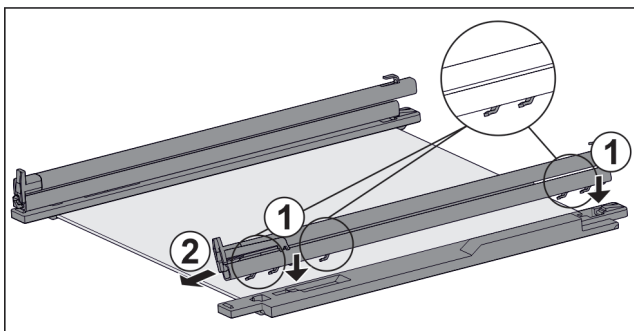

Fig. 100 Sklenená doska s koľajničkami a prídržnými dielmi
- ▶ Nasadte háky koľajničky na otvory **ľavého** prídržného dielu. Fig. 100 (1)
- ▶ Potiahnite koľajničku dopredu. Fig. 100 (2)
- ▶ Nasadte háky koľajničky na otvory **pravého** prídržného dielu. Fig. 100 (1)